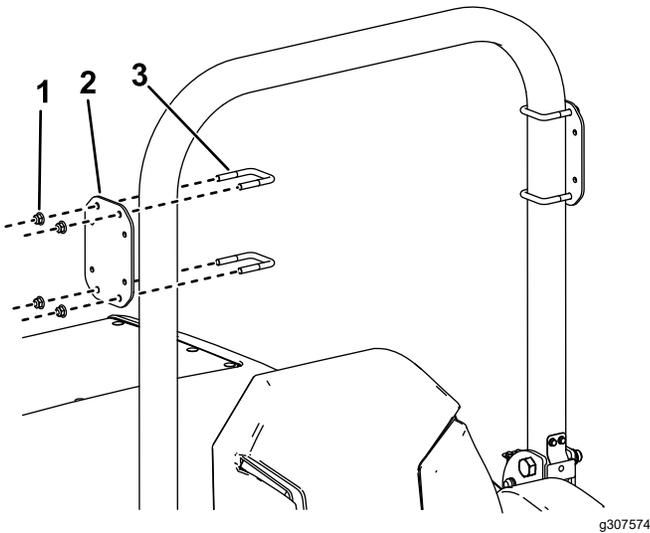

図 1
1. 図 1 に示すように、機械の左右にライト用マウントを取り付ける U ボルト 2 本とロックナット $\frac{3}{8}$ " 4 個を使用する。